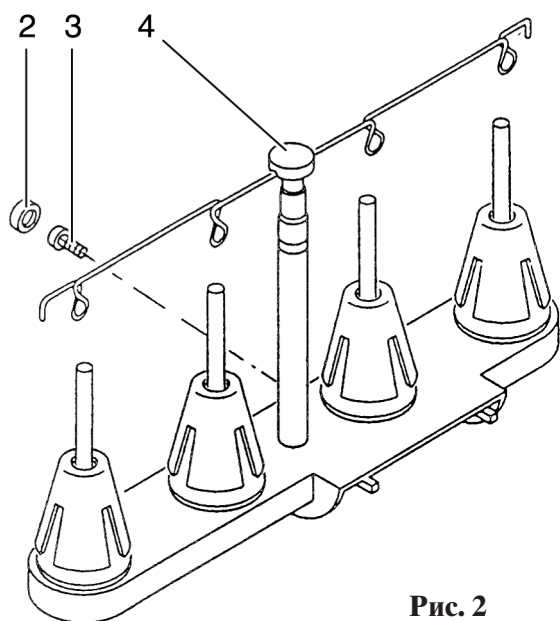

Рис. 2
- Снимите пластмассовый колпачок (рис. 2).
- Выверните винты 3 крепления патрона лампочки и отведите патрон в сторону (рис. 2).